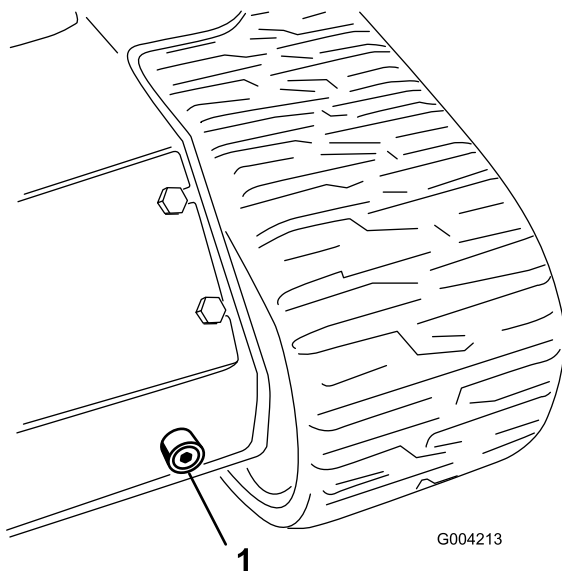

Figura 63
6. Coloque um recipiente de escoamento com capacidade para 57 litros sob o tampão de escoamento na parte da frente da máquina (Figura 63).
7. Retire o tampão de escoamento e deixe o óleo escorrer para o recipiente (Figura 63).